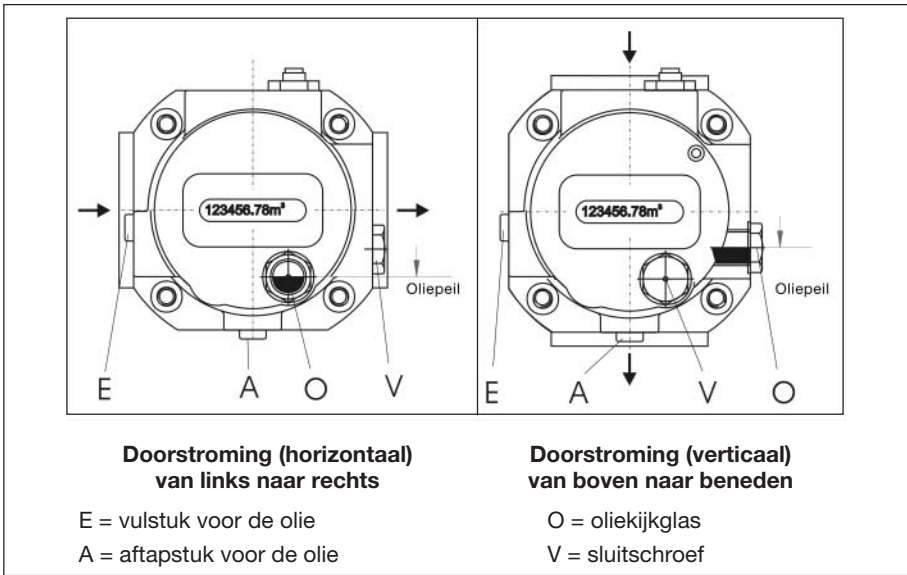

Fig. 7: Horizontale en verticale inbouwpositie, vullen met olie en oliepeilweergave, **type RVG-ST**
- Bij **horizontale doorstroming** staan er twee olievloupeningen E of V ter beschikking. De aftapopening A bevindt zich op het laagste punt. Het oliekijkglas O bevindt zich aan de voorkant van de meter onder het telwerk (fig. 7 links).
- Bij **verticale doorstroming** staat alleen olievloupening E ter beschikking. De aftapopening A bevindt zich op het laagste punt. Het oliekijkglas is nu rechts op het voorste deksel van de behuizing ondergebracht (fig. 7 rechts).